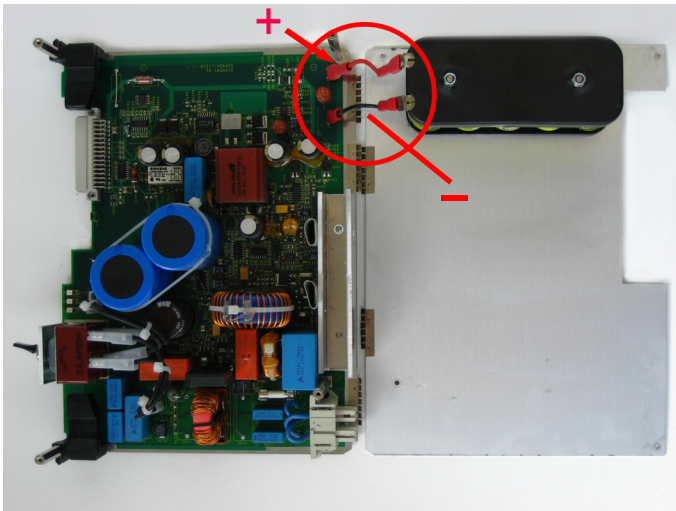

Bild 1-18 Verbindungskabel zwischen Netzteilbaugruppe und Akkupack
- ❑ Ziehen Sie die Plus-Leitung vom Akkupack ab (siehe Bild 1-18).
- ❑ Ziehen Sie die Minus-Leitung vom Akkupack ab (siehe Bild 1-18).